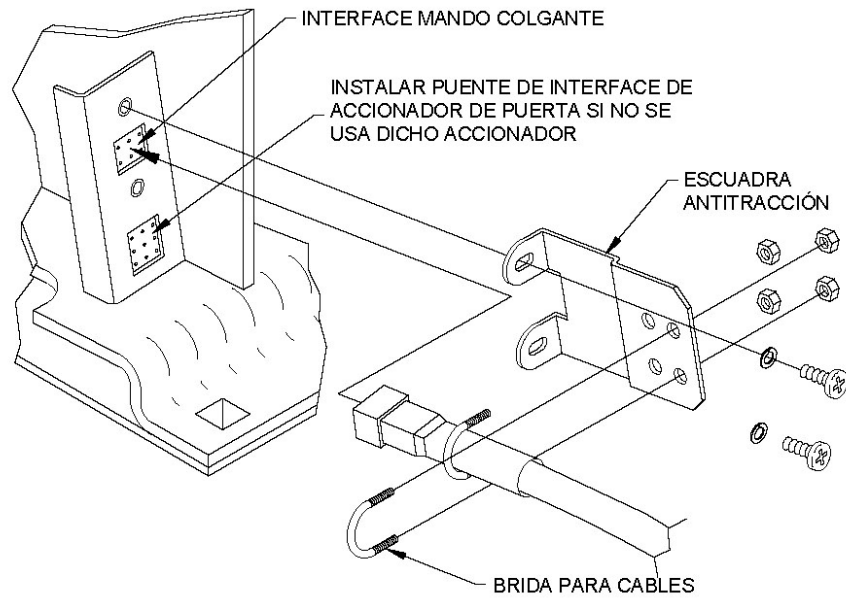

FIGURA 2-12: JUEGO DE PROTECTOR ANTITRACCIÓN
- f. Consulte la **Figura 2-12**. Conecte la correspondiente interfaz de control del elevador RICON al propio elevador y fije el cable de control en el elevador con la grapa para cables facilitada.